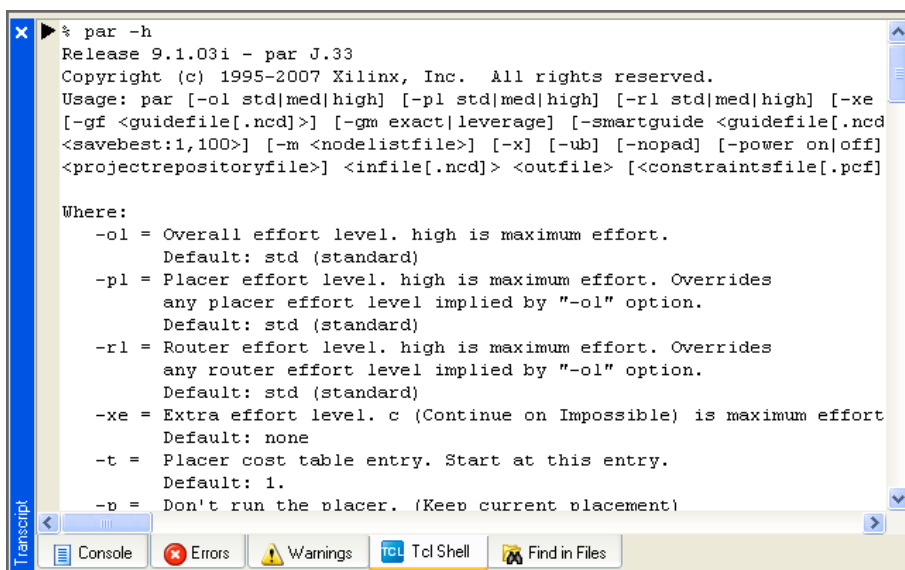

图 2.49 ISE 中的 TCL Shell 窗口
(1) 设计者可以直接在 DOS 或者 Linux 界面下输入命令行, 在 DOS 下使用命令行, 需要在环境变量中指定 ISE 的路径。
(2) 设计者还可以在“Project Navigator”界面下的“Transcript”窗口中选择“Tcl Shell”选项, 然后在出现的窗口中输入命令行, 如图 2.49 所示。事实上在图形界面下调用 ISE 的时候, 在“Transcript”窗口中也会显示相应的命令行, 设计者可以参考这些系统调用的命令行语句。